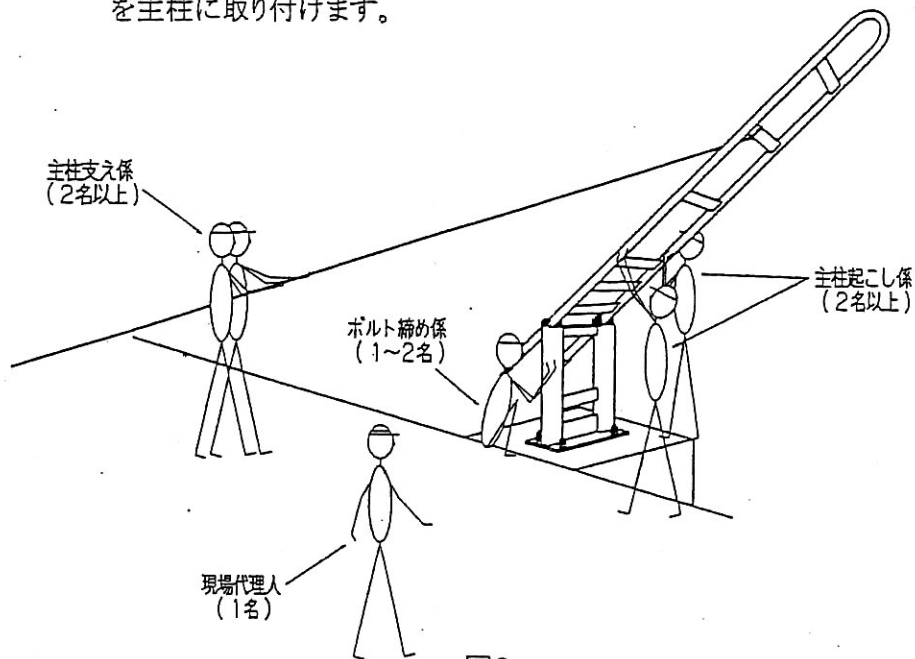

図9
- ① 足場を撤去したあと図9の様に転倒防止の為、ロープまたはスリングベルト等を支柱に取り付けます。